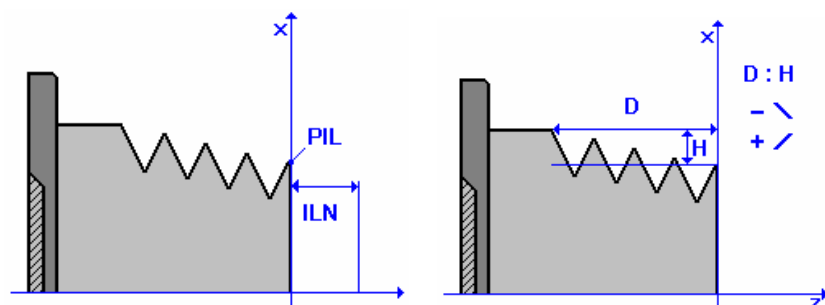

FIG.21-18
- ILN** Distanza lungo l’asse Z del movimento in aria necessario affinché l’asse si porti alla velocità di avanzamento nominale sul punto iniziale della filettatura (**PIL**). Per maggiori dettagli vedi **FIG. 21-18**
- Conicità** Espressa come rapporto tra Lunghezza (**D**) e Altezza (**H**) della filettatura. Un valore negativo indica che la quota di X sarà **Crescente** dall’inizio dell’attacco, un valore positivo che sarà **Decrescente**. Per maggiori dettagli vedi **FIG. 21-18**
Conicità	Espressa come rapporto tra Lunghezza (D) e Altezza (H) della filettatura. Un valore negativo indica che la quota di X sarà Crescente dall'inizio dell'attacco, un valore positivo che sarà Decrescente . Per maggiori dettagli vedi FIG. 21-18